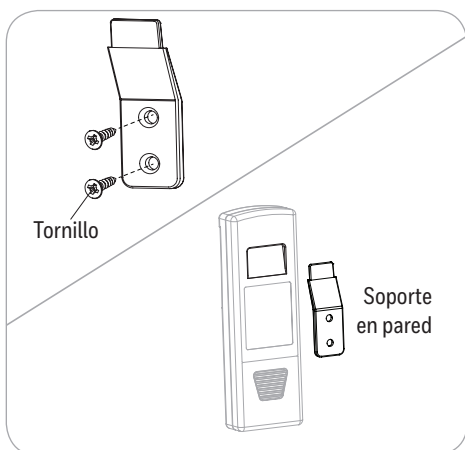

Figura 5.7
7. Si lo desea, el soporte de pared del paquete remoto puede instalarse sobre una pared con los tornillos de montaje proporcionados. Guarde el control remoto en el soporte de pared cuando no se utilice (Figura 5.7).